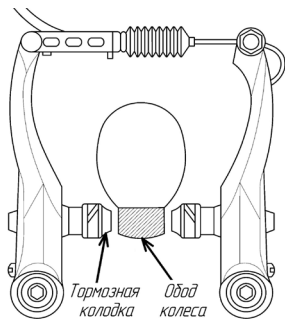

Рис. 33
1. Установите тормозные колодки таким образом, чтобы тормозная поверхность колодки была параллельна тормозной поверхности обода и располагалась точно посередине (рис. 33).